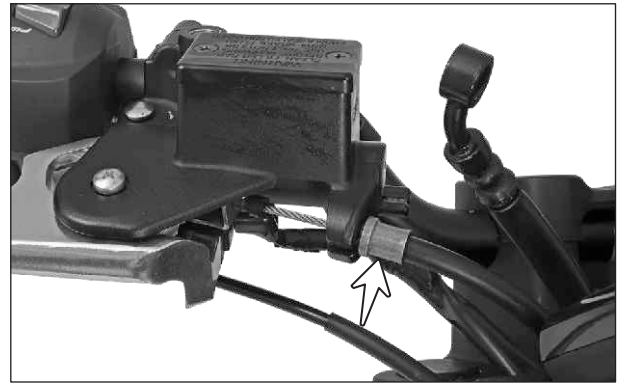

Fig. 6.38
- Desacople el cable de freno del sistema SBT (Si aplica) del cilindro maestro. (Fig. 6.38)